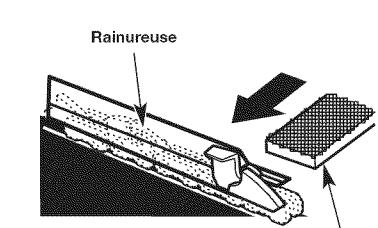
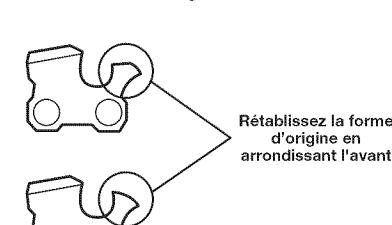

Fig. 46
Fig. 47
- Utilisez une lime plate et une rainureuse pour diminuer l'épaisseur uniformément (Fig. 46). Utilisez une rainureuse de 1/32 pouce (0,6 mm). Après avoir abaissé chaque profondeur de jauge, rétablissez la forme d'origine en arrondissant l'avant (Fig. 47). Faites attention de ne pas endommager les maillon-guides adjacents avec le bord de la lime.